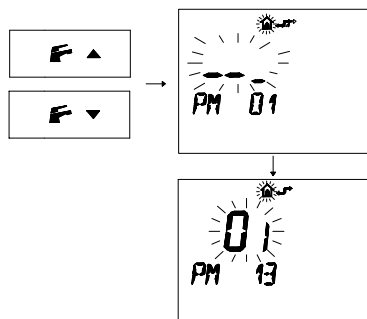

Figura 5.43
- Premere i pulsanti F (🔑) e ▲ (⬆️) e F (🔑) e ▼ (⬆️) per visualizzare la programmazione "PM13" modo pompa (Figura 5.43).